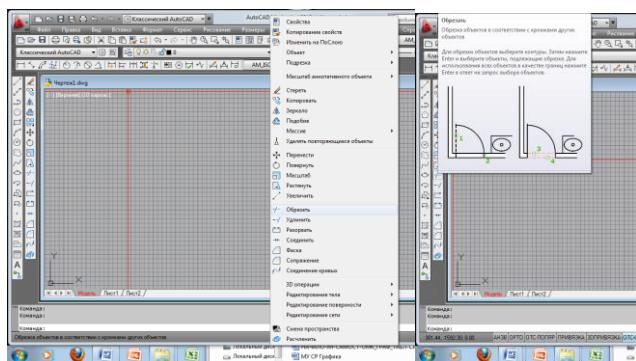

Рисунок 5.22 - Команда «Обрезать»
- щелчком мыши по кнопке на панели инструментов «Редактирование», из строки меню «Редактировать» - «Обрезать» (рисунок 5.22). Подрезание осуществляется путем указания фрагмента объекта, который нужно подрезать, и режущей кромки, служащей границей подрезания. Нажать Enter (или правую клавишу мыши).